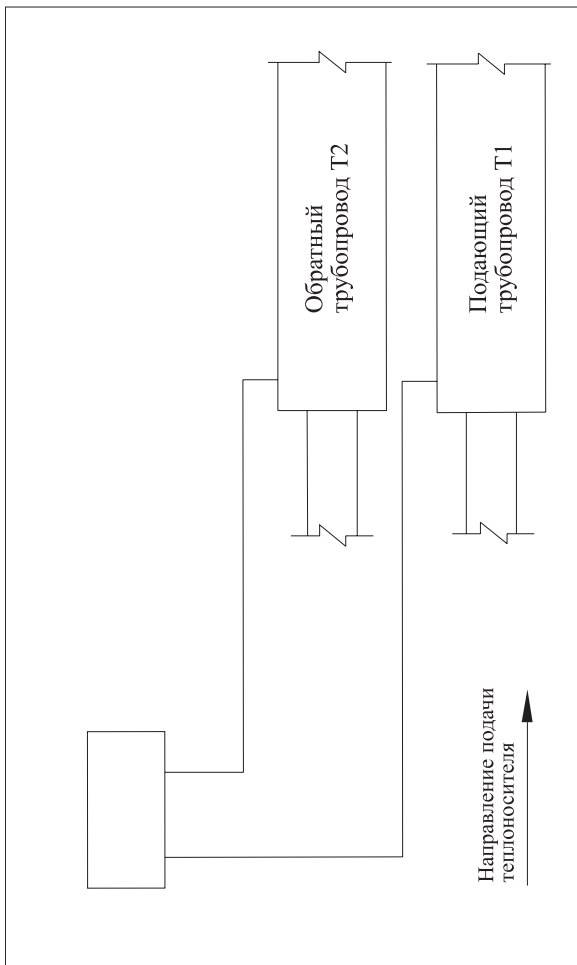
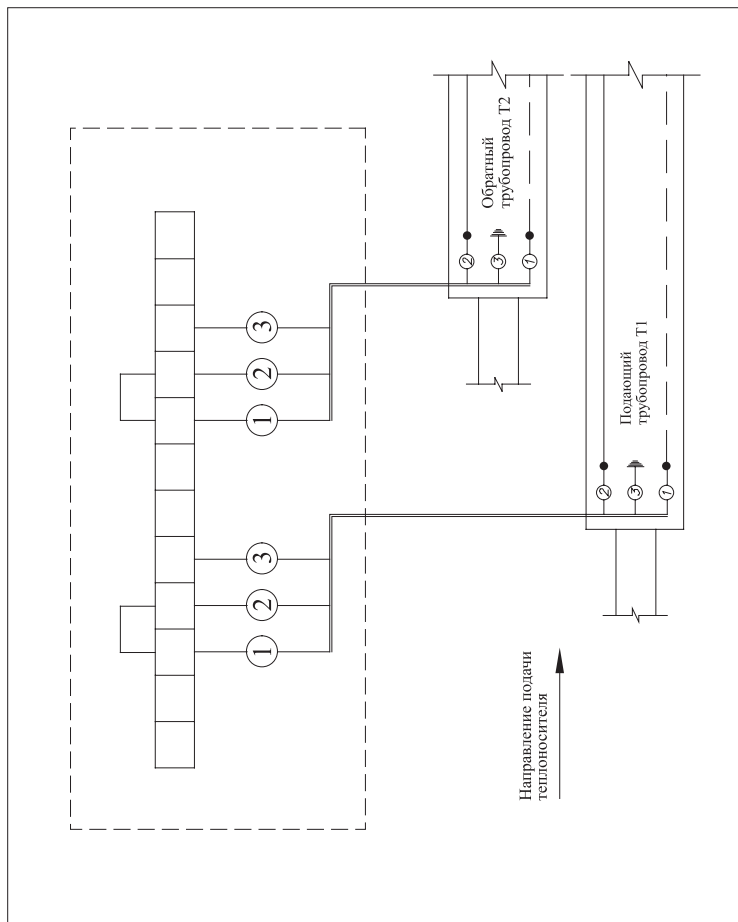
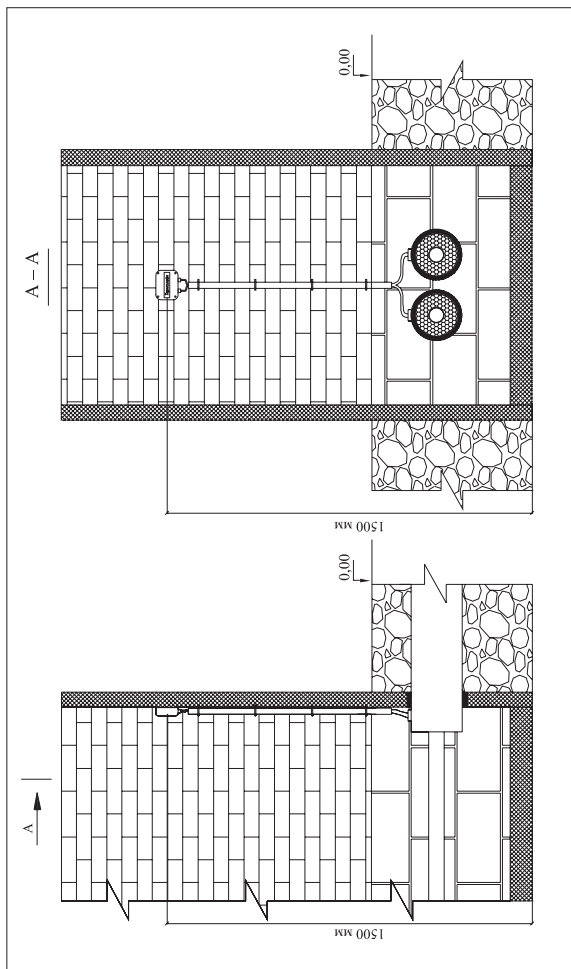
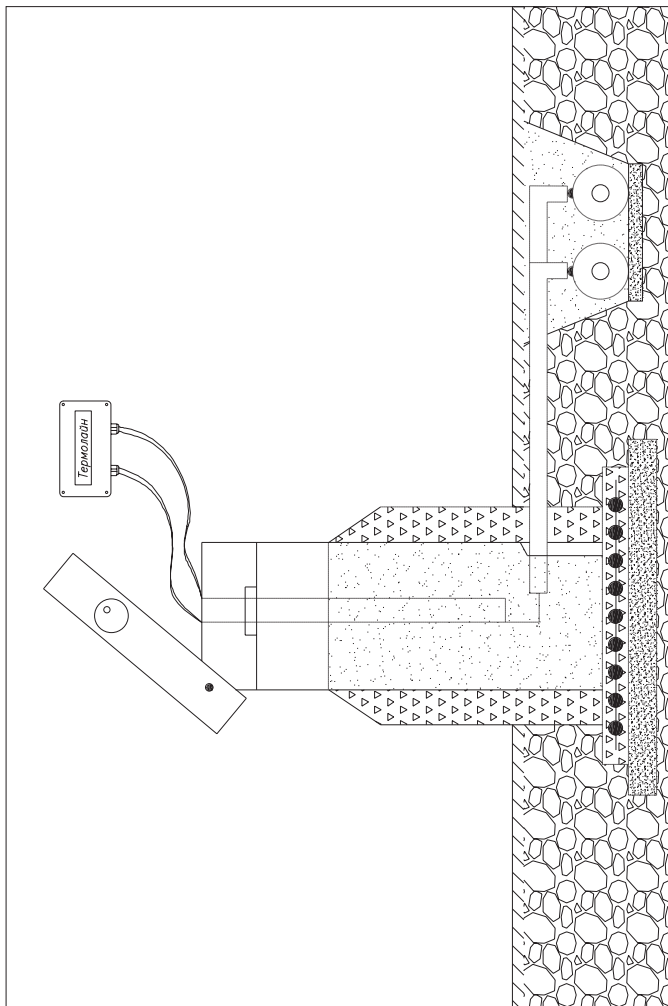

Рис. 2 «Закольцовка сигнальных проводников»
Рис. 3 «Закольцовка сигнальных проводников»
Рис. 4 «Установка терминала на стене здания»
Рис. 5 «Установка терминала в наземном ковре»
2.1. Закольцовка сигнальных проводников - Рис. 2, 3.
на принципиальной схеме (Рис. 2)	на электрической схеме (Рис. 3)
Подключение терминала к системе оперативного дистанционного контроля производить в соответствии с монтажной (**Рис. 4**, **Рис. 5**) и электрической схемой (**Рис. 3**).
5. При помощи отвертки зафиксировать внутренние перемычки **1** и провода **6** в клеммной планке **2**. Порядок соединения проводов указан на электрической схеме – **Рис. 3**.
6. При установке терминала внутри помещения (**Рис. 4**), просверлить в стене здания два отверстия (диаметром 6 мм и глубиной 30 мм) на уровне предполагаемого крепления терминала (H~1,5 метра от пола).
12. При установке терминала в ковре (**Рис. 5**) пункты с 8 по 10 не выполнять.
4. Установить провода **6** в клеммную планку **2** на прежнее место (в соответствии с электрической схемой – **Рис. 3**).